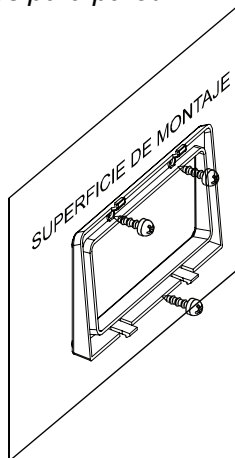

Figura 7b. Montaje sobre Pared– Fijación de la Placa de Soporte a la Pared
2. Perfore 3 agujeros en la pared de montaje e inserte 3 tornillos en los orificios de la placa de soporte. Luego ajuste los tornillos por medio de un destornillador para sujetar la placa de soporte a la pared (ver Figura 7b).